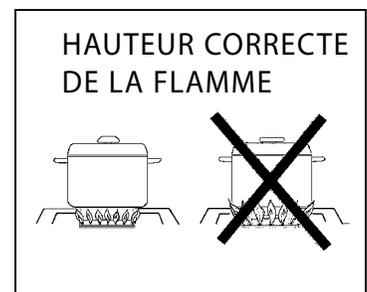

FIG. 08
- Pour des raisons de sécurité, la flamme ne doit jamais dépasser le fond du récipient. Ne laissez jamais les flammes lécher les parois de l'ustensile de cuisson (voir Fig. 08).